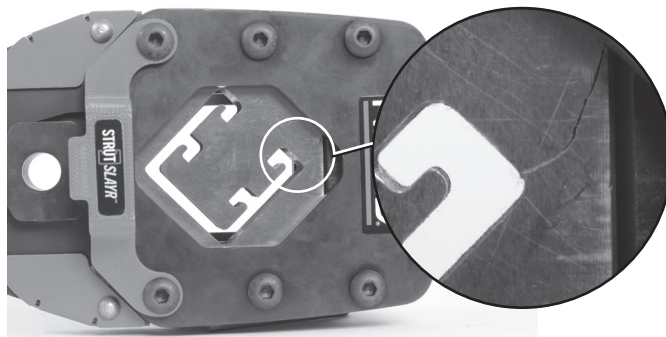

Рис. 2A - Пример трещин на штампе
- Сколы или трещины на штампах (см. рис. 2A).